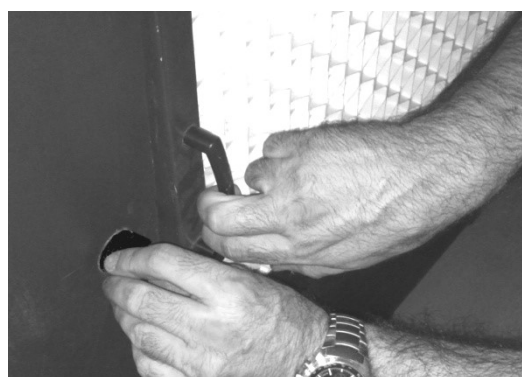

Fig. 14
2. Close the fasteners with the tool supplied (fig 14).
2. Fermer les fermetures rapides avec l'outil fourni (fig.14).
2. Cerrar los cierres rápidos con la llave suministrada (fig. 14).